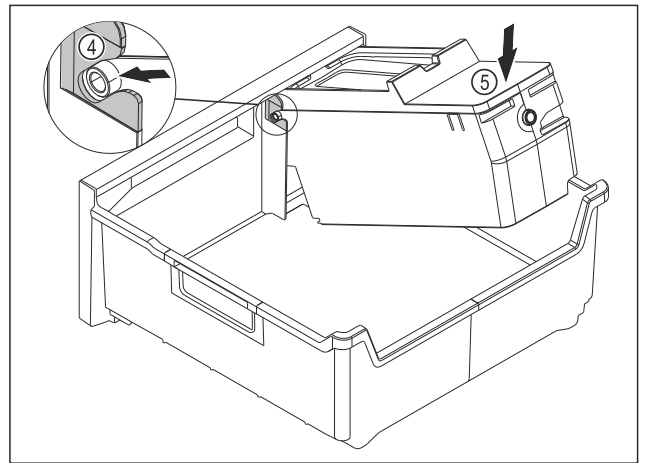

Fig. 95
- ▶ Montáž korpusu EasyTwist-Ice: Osi korpusu EasyTwist-Ice zasunúte do vedení Fig. 95 (4).
- ▶ Zatlačte korpus EasyTwist-Ice Fig. 95 (5) zozadu smerom nadol.